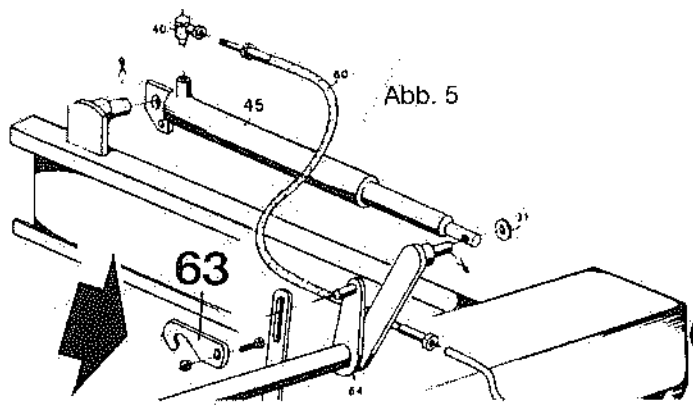

Abb. 5
4.6 Die Pick-up wird mit einem Hydraulikzylinder in der Höhe verstell. Vor dem Abkuppeln des Hydraulikschlauches muß der Haken, Pos. 63, Abb. 5, herumgeschwenkt werden, da es sonst beim Ankuppeln Schwierigkeiten gibt.
Außerdem muß bei allen Fahrten auf öffentlichen Straßen die Pick-up durch den Haken, Pos. 63, gegen Absinken gesichert werden. (siehe Abb. 5)